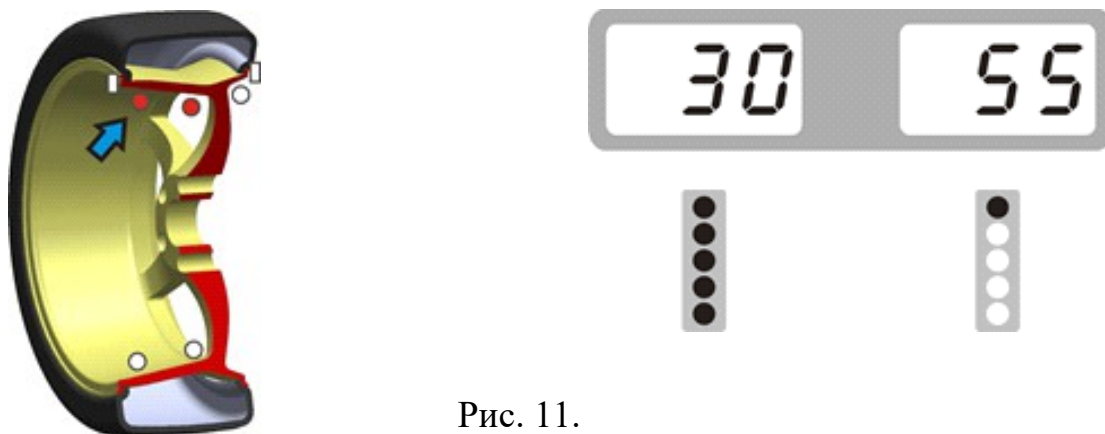

Рис. 11.
4.3.6. Медленно вращайте колесо против часовой стрелки. Когда полностью загорятся светодиоды левого индикатора - это будет указывать на корректное угловое положение для установки противовесов с внутренней стороны в положении **на 12 часов (при 9H=OFF)** или **на 9 часов (при 9H=ON)**. Закрепите противовес так, как показано на **рис.11**.